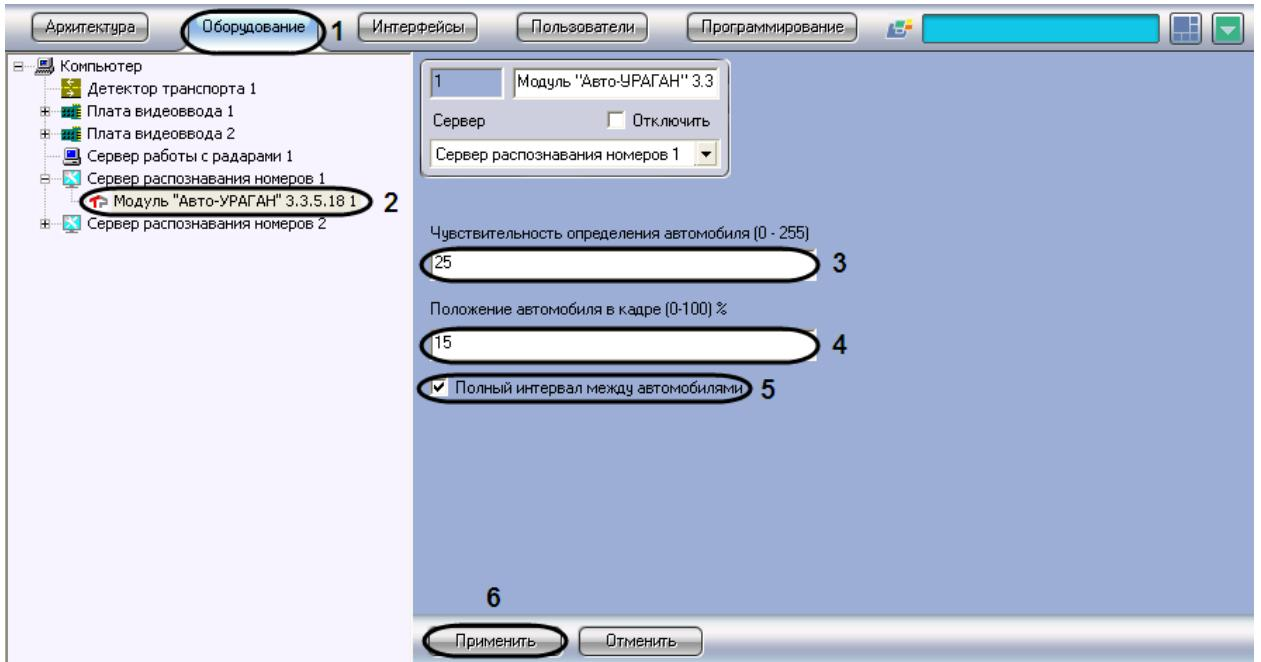

Рис. 7.2—3. Настройка программного модуля «Авто-УРАГАН 3.3.5.18»
1. В диалоговом окне «Настройка системы» перейти на вкладку «Оборудование» (Рис. 7.2—3, 1).
- В дереве объектов на вкладке «Оборудование» выбрать объект «Модуль „Авто-УРАГАН 3.3.5.18“», соответствующий настраиваемому программному модулю «Авто-УРАГАН 3.3.5.18» (Рис. 7.2—3, 2). В правой части вкладки «Оборудование» отобразится панель настройки выбранного объекта.
- В поле «Чувствительность определения автомобиля (0-255)» ввести значение чувствительности, которая характеризует чувствительность детектора к контрастности изображения машины (см. Рис. 7.2—3,3). Чем ниже значение, тем чувствительнее детектор.
- В поле «Положение автомобиля в кадре (0-100) %» ввести значение в процентах, отражающее положение выдаваемого видео с автомобилем в кадре между моментами появления и исчезновения автомобиля из кадра (см. Рис. 7.2—3, 4).